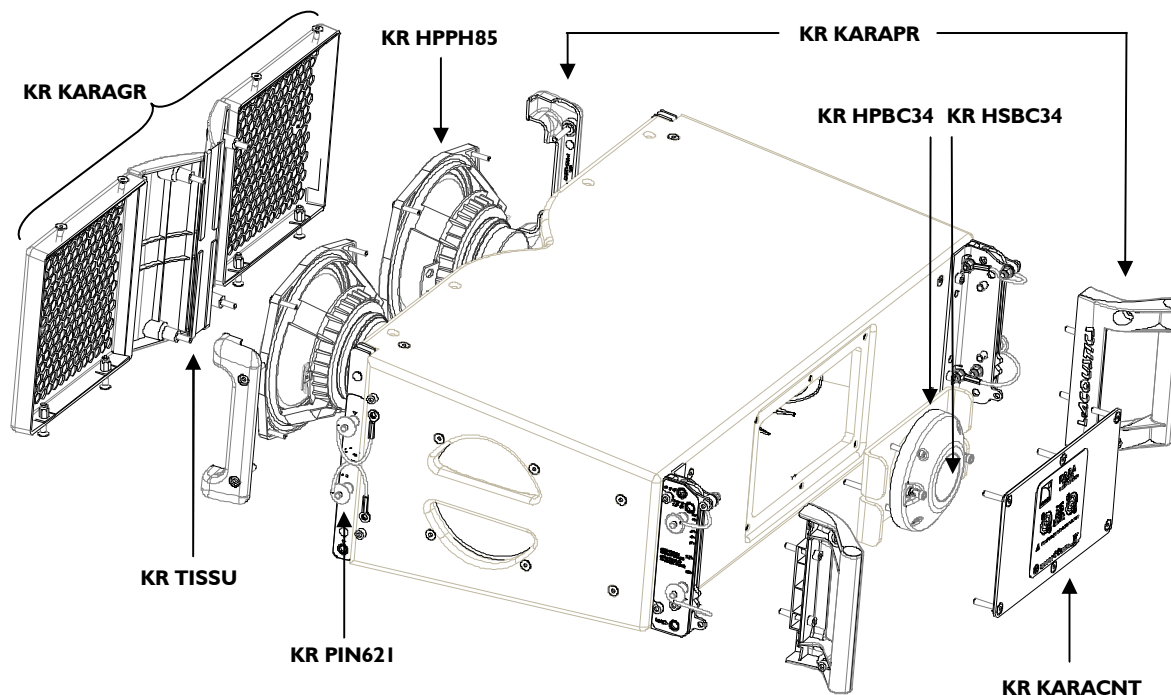

Figure 15 : Vue éclatée du KARA
Les kits de remplacement (KR) disponibles pour l'utilisateur sont représentés en Figure 15 et listés dans le Tableau 6 avec référence aux procédures de maintenance correspondantes. Le Tableau 7 est la liste des outils et du matériel recommandés pour la réparation du KARA (non inclus).
1. Insérer deux vis BTR dans un élément de protection avant puis insérer les deux élingues des GVB dans dedans (placer les élingues comme montré en Figure 15).